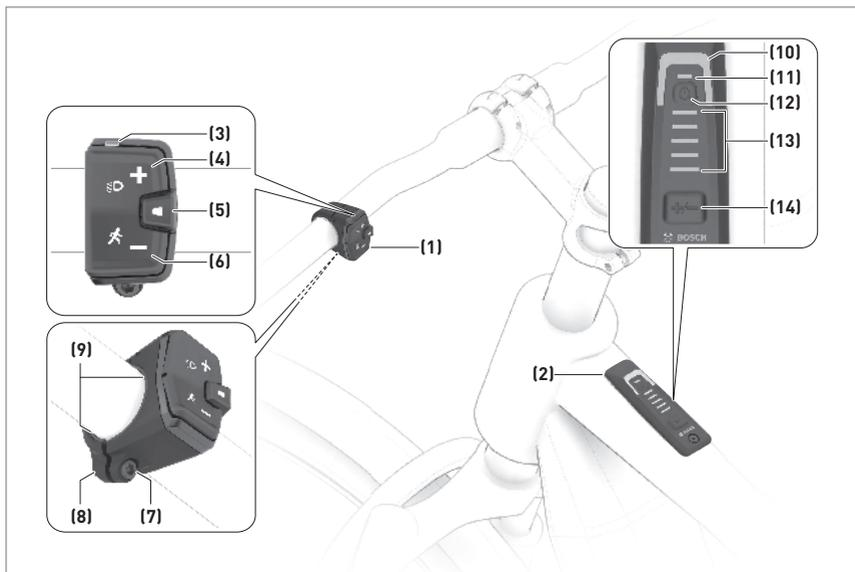

Figure 4 - Caractéristiques de la commande du système et de la mini-commande
Pour allumer et éteindre le système, appuyez fermement sur le bouton Marche situé sur le dessus de la commande du système placé sur le tube supérieur (figure 4, n° 12).
Pour les moteurs dont la vitesse maximale est supérieure à 20 mi/h, le système du vélo électrique démarre toujours avec le mode d'assistance éteint (OFF). Vous saurez que le mode n'est pas activé car le voyant lumineux du mode d'assistance est éteint, ou non allumé (figure 4, n° 10). Ce vélo électrique Bosch possède quatre modes d'assistance afin d'optimiser l'utilisation prévue du vélo. Bosch offre de nombreux modes d'assistance au pédalage et Salsa a choisi les quatre que nous avons trouvés les plus utiles pour ce vélo. L'affichage lumineux du mode d'assistance se décline comme suit selon le niveau d'assistance :
- Pour régler le mode d'assistance à l'aide de la commande du système sur le tube supérieur, appuyez sur le bouton « Mode » (figure 4, n° 14) pour faire défiler les modes d'assistance en ordre croissant d'assistance.
- Pour régler le mode d'assistance à l'aide de la mini-commande déportée, appuyez sur les boutons « Augmenter le niveau d'assistance » (Increase Assist Level) ou « Diminuer le niveau d'assistance » (Decrease Assist Level) (figure 4, n°s 4 et 6).
Ce mode vous fournit une assistance électrique qui vous aide à pousser le vélo lorsque vous marchez à côté de ce dernier. Pour lancer le mode d'assistance à la marche, appuyez sur le bouton de mode d'assistance à la marche pendant plus de une seconde et maintenez-le enfoncé (figure 4, n° 6). L'indicateur de charge de la batterie s'éteindra et une ligne blanche bougeant dans la direction où vous allez indiquera que l'assistance à la marche est prête (figure 4, n° 13). Pour activer l'assistance à la marche, il vous faut faire une des actions suivantes dans les 10 secondes qui suivent :